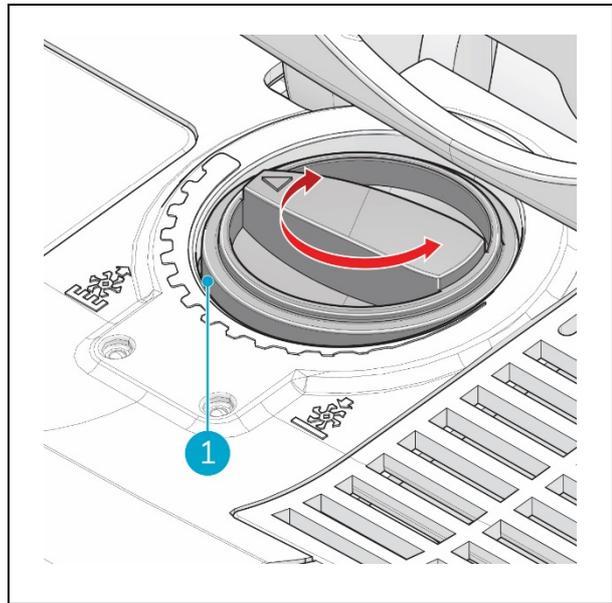

Figura 17
Ruotare la manopola di regolazione dell'altezza (Figura 17, pos 1) per regolare l'altezza della spazzola rotante.